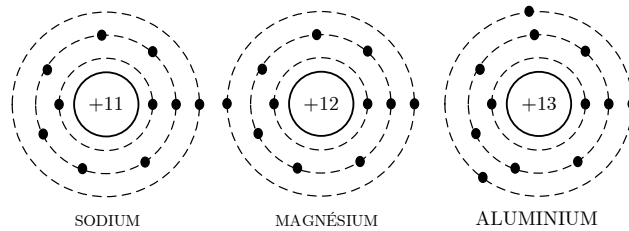

Figure 3.3
- ✓ Lorsque le nombre d'électrons de valence d'un atome est inférieur à 4 (c'est-à-dire la moitié des électrons maximum), le matériau est généralement un métal et un conducteur. Exemples : sodium, le magnésium et l'aluminium qui ont respectivement 1, 2 et 3 électrons de valence (voir Figure 3.3).